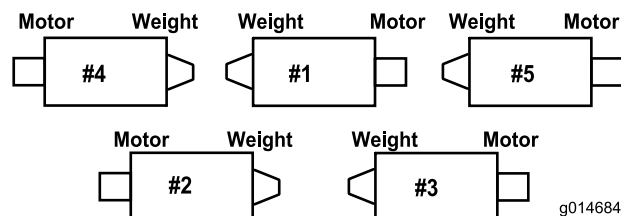

**Figure 6**
- C. Montez le boulon du tube de ressort sur la patte opposée du bâti porteur et fixez-le en position avec l'écrou à embase. La tête du boulon doit être à l'extérieur de la patte, comme illustré à la Figure 6.
- D. Montez le support de tige sur les pattes du plateau de coupe à l'aide des boulons de carrosserie et des écrous (Figure 6).